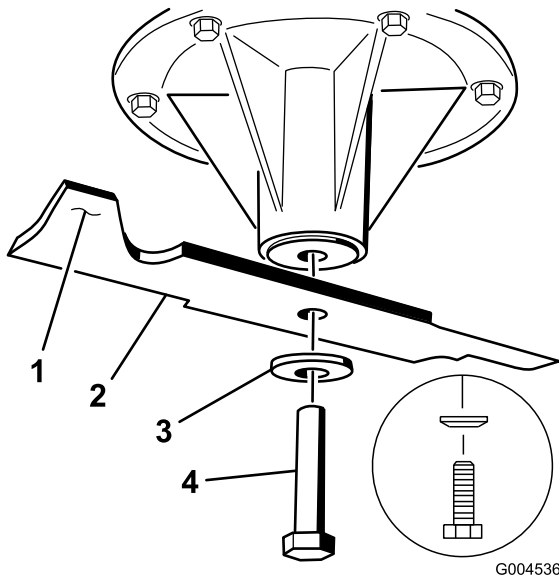

Bild 92
2. Entfernen Sie die Messerschraube, Wellenscheibe und das Messer von der Spindelwelle (Bild 92).